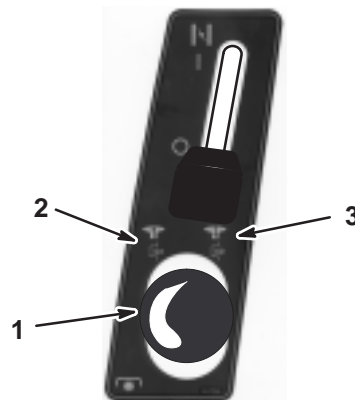

Figure 4
2. Tirez la commande de PdF en position embrayée (Fig. 4).
2. Poussez la commande de PdF en position débrayée (Fig. 4).